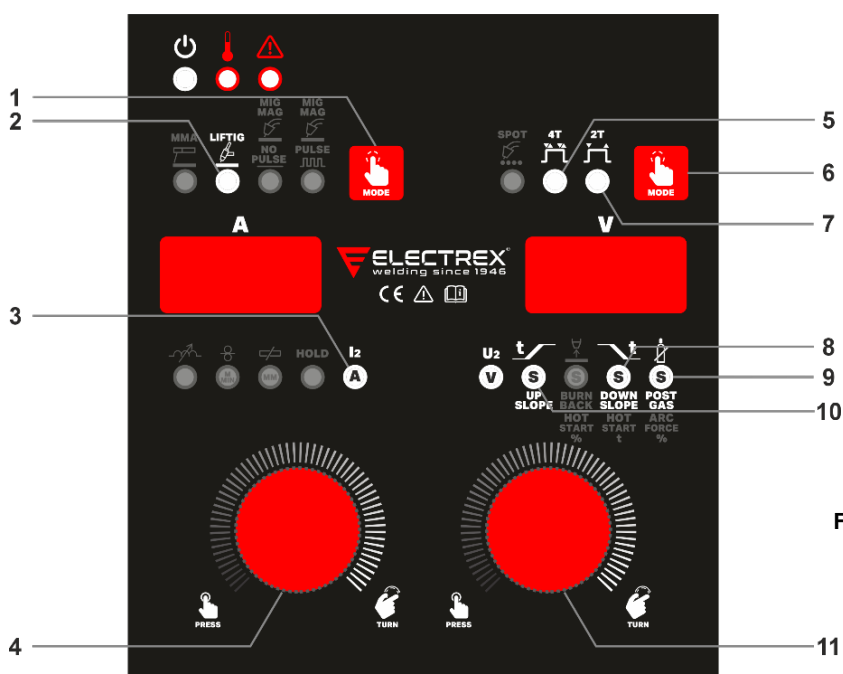

Fig 10.
- Selecionar o modo de soldadura TIG pressionando a tecla 2 (Fig.10) até o LED 2 (Fig.10) se acender.
8.4.1. Parâmetros de soldadura LIFTIG (ver Fig.10)
- Selecione o modo da tocha pressionando a tecla 6 (Fig. 10) até que o LED 5 (Fig.10) fique no modo de tocha 4T ou o LED 7 (Fig.10) para o modo de tocha 2T.